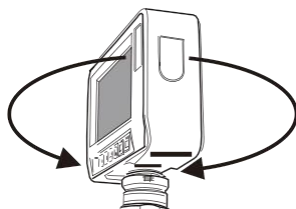

Bild 4
3. Testen Sie behutsam die Beweglichkeit des Displays nach rechts und links, die in beide Richtungen ca. 160° abdecken sollte. (Bild 4)